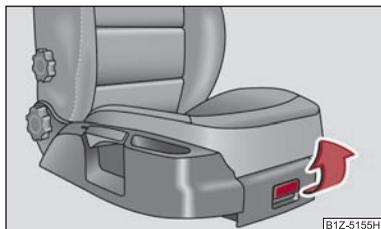

Fig. 96 Siège du passager avant: Vide-poches
- Pour ouvrir le couvercle, le faire basculer et le tirer ⇒ fig. 96.